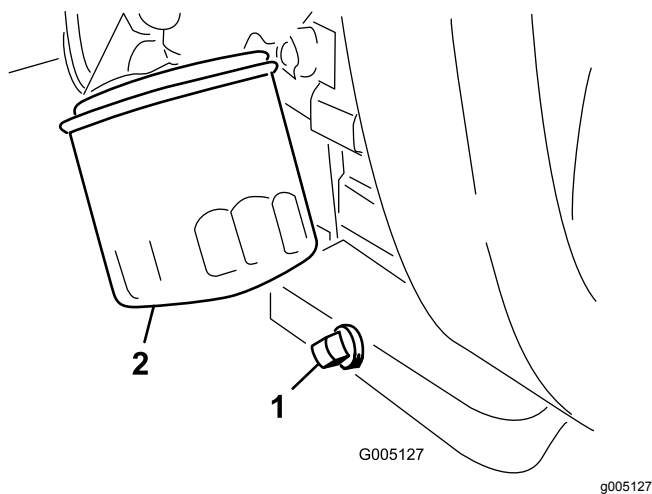

Figura 39
1. Retire o tampão de escoamento (Figura 39) e deixe o óleo escorrer para um recipiente adequado. Quando o óleo parar, volte a montar o tampão de escoamento.
2. Retire o filtro do óleo (Figura 39).